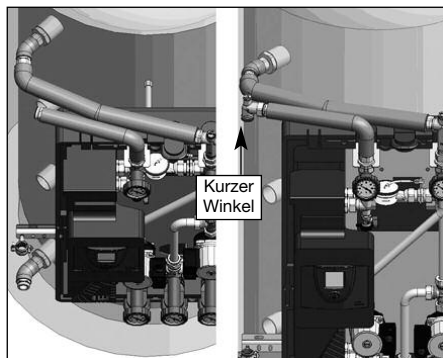

Abb. 6.10
- 90°-Edelstahlwinkel montieren (s. Abb. 6.10 links)
- kurzen Winkel mit Entlüftungsstopfen anschrauben (s. Abb. 6.10 rechts)